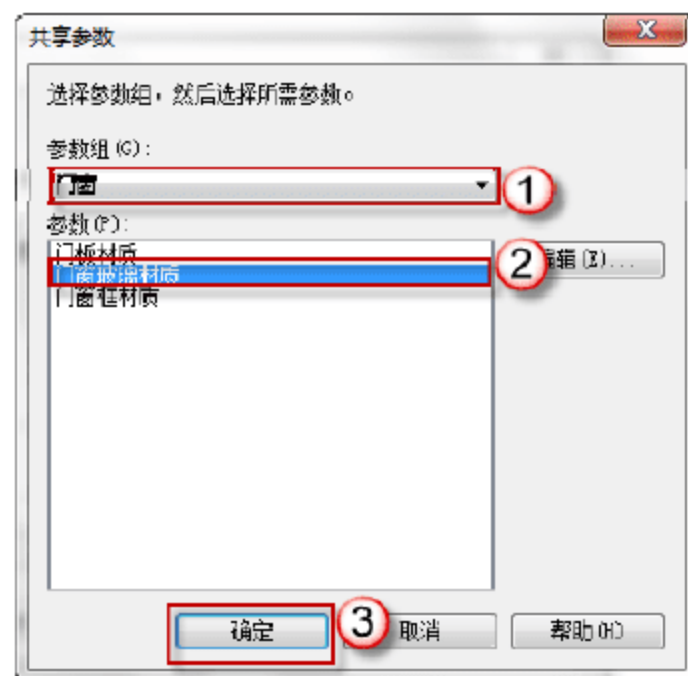

图 6.1.105 编辑子母门中部窗户玻璃材质
(25) 添加子母门中部窗户玻璃材质。选择子母门中部窗户玻璃,在子母门中部窗户玻璃的“属性”面板中,单击“材质和装饰”栏“材质”右侧的空白按钮,弹出“关联族参数”对话框,单击“添加参数(D)”按钮,弹出“参数属性”对话框。选中“共享参数”单选按钮,单击“确定”按钮,弹出“共享参数”对话框,在“参数组(G)”中选择“门窗”选项,在“参数(P)”中选择“门窗玻璃材质”选项,单击“确定”按钮,如图6.1.105所示。